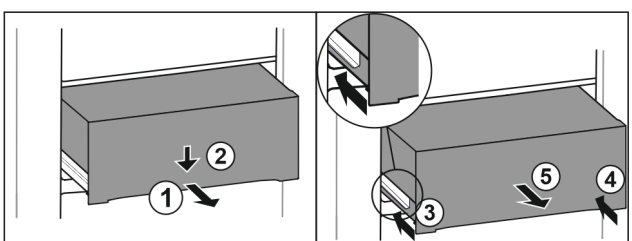

Fig. 193
- ▶ Schubfach halb herausziehen. Fig. 193 (1)
- ▶ Schubfach an der Vorderseite nach unten drücken. Fig. 193 (2)
- ▶ Linke Schiene etwa 2 cm einschieben. Fig. 193 (3)
- ▶ Rechte Schiene etwa 2 cm einschieben. Fig. 193 (4)
- ▶ Schubfach nach vorne entnehmen. Fig. 193 (5)